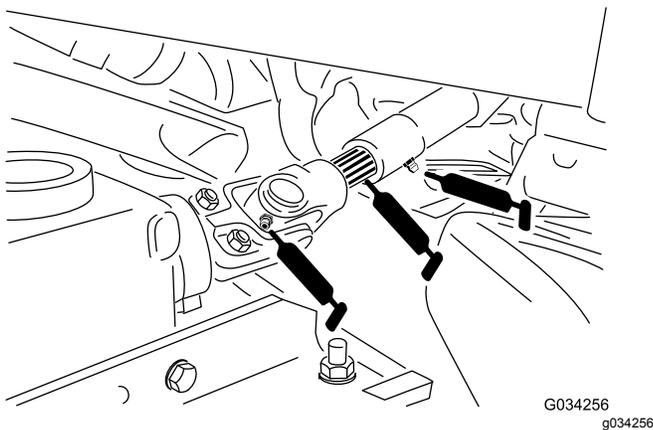

Figure 34
- Arbre à cardan de PDF (Figure 34)